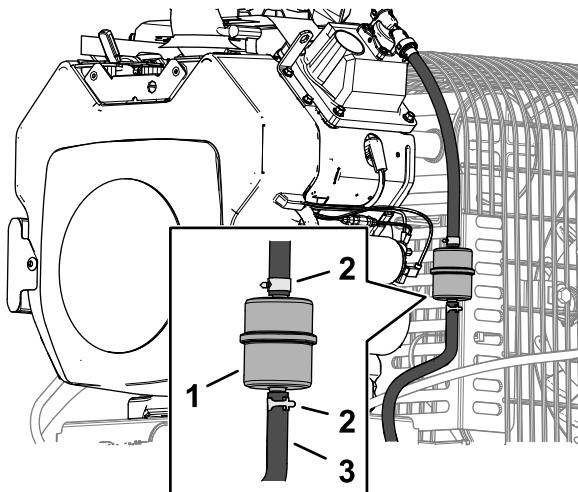

Figure 40
- Pincez les extrémités des colliers et éloignez les colliers du filtre (Figure 40).
- Posez un filtre neuf et rapprochez les colliers de fixation du filtre (Figure 40).
3. Desserrez le collier de serrage au niveau du filtre à carburant et éloignez-le du filtre en le poussant le long de la conduite d'alimentation (Figure 40).
4. Débranchez les conduites d'alimentation du filtre à carburant (Figure 40).
Remarque: Laissez couler le carburant dans un bidon ou un bac de vidange (Figure 40).
5. Raccordez la conduite d'alimentation au filtre. Rapprochez le collier de serrage du filtre pour fixer la conduite d'alimentation (Figure 40).